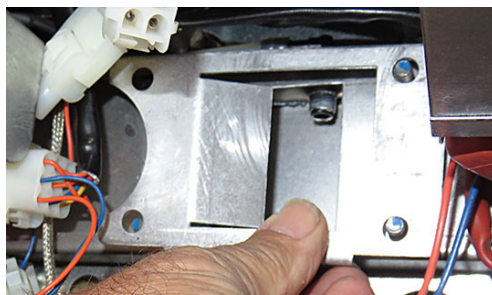

図12
16. プレナムガスカートとバツフルを取り外します(図12を参照)。